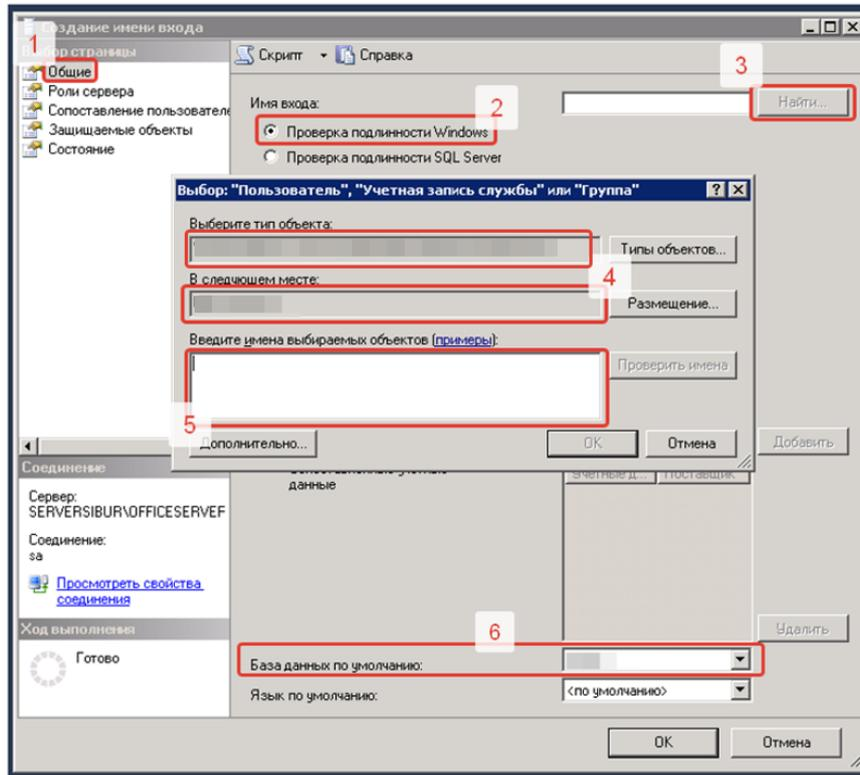

Рисунок 5.2.
2. Добавить нового пользователя (рис. 5.2):